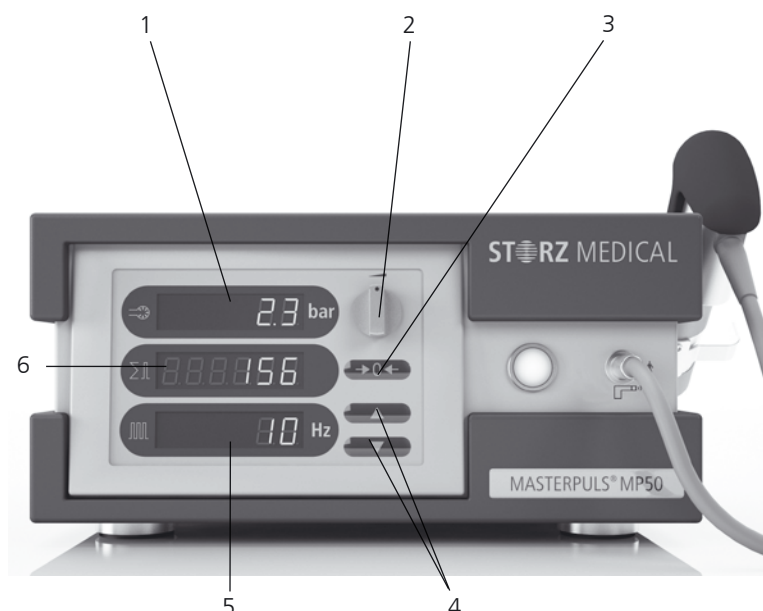

Fig. 3 – 1 Réglage de l'énergie sur l'appareil de commande
- Réglez l'énergie des impulsions sur une valeur initiale (d'au moins 1,0 bar) à l'aide du bouton rotatif (Fig. 3 – 1/2). La valeur s'affiche sur le manomètre (Fig. 3 – 1/1).